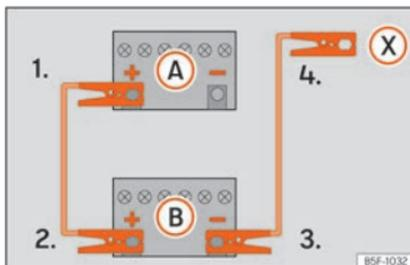

Fig. 43 Esquema de ligação para veículos sem sistema Start/Stop.
⊕ do veículo com a bateria descarregada **(A)** » » Fig. 43.
- Nos veículos sem sistema Start-Stop:* ligue uma extremidade do cabo auxiliar de arranque **preto** ao polo negativo ⊖ do veículo que fornece a corrente **(B)** » » Fig. 43.